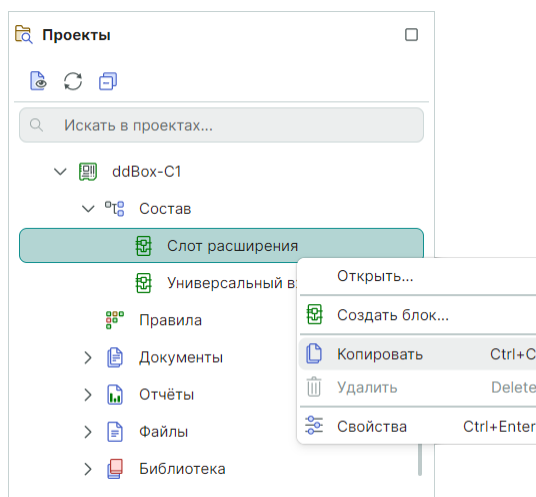

Рис. 252 Копирование блока
1. Выберите активный проект в дереве проектов на панели «Проекты», перейдите в узел «Состав», скопируйте блок в буфер, см. Рис. 252.